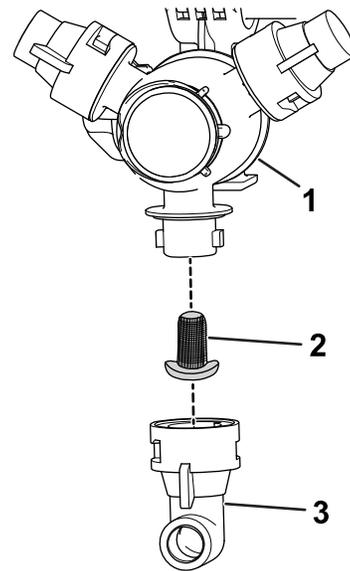

图56
2. 从喷嘴转动架卸下喷嘴图56。
3. 拆下旧喷嘴过滤器图56。
4. 安装新喷嘴过滤器图56。
5. 将喷嘴安装到喷嘴转动架上图56。